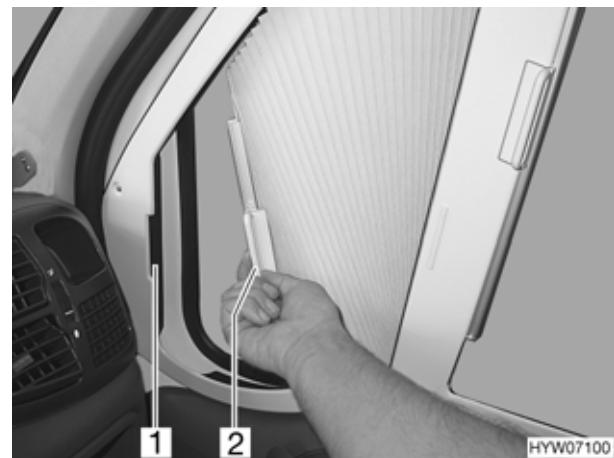

Fig. 52 Tendina oscurante pieghevole per il finestrino del conducente/passeggero
- Chiudere le tendine oscuranti pieghevole per il finestrino del guidatore e del passeggero e congiungerli alle strisce magnetiche (Fig. 52,1 e 2).